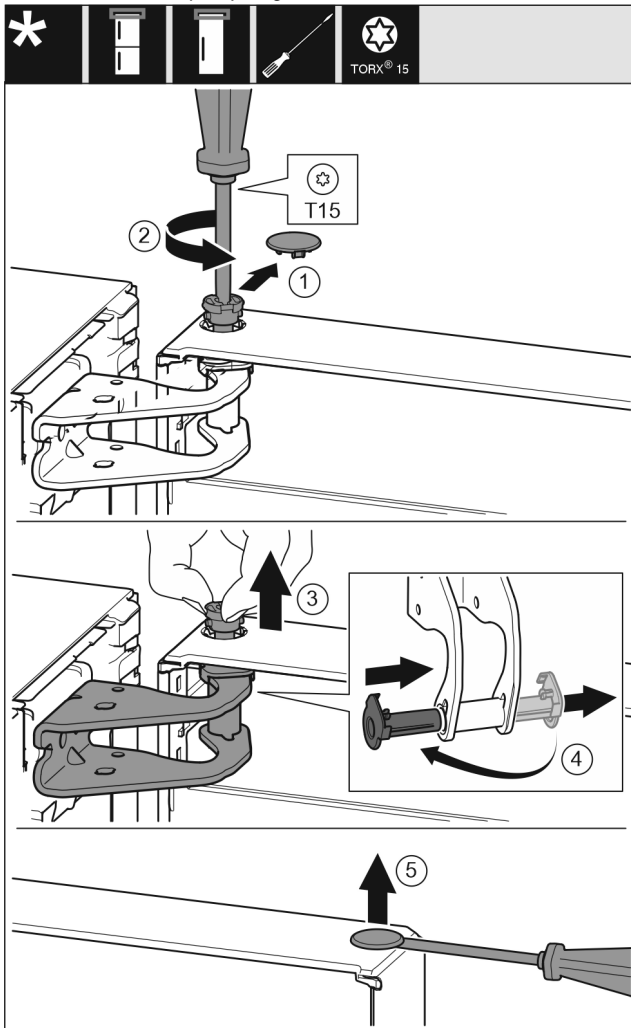

Fig. 10
- ▶ Осторожно снимите предохранительную крышку. *Fig. 10 (1)*
- ▶ Немного выкрутите палец отвёрткой T15. *Fig. 10 (2)*
- ▶ Удерживая дверь, извлеките палец вручную. *Fig. 10 (3)*
- ▶ Опорную втулку вытяните из направляющей. Установите и зафиксируйте с другой стороны. *Fig. 10 (4)*
- ▶ Осторожно приподнимите и извлеките при помощи шлицевой отвёртки заглушку из опорной втулки двери. *Fig. 10 (5)*